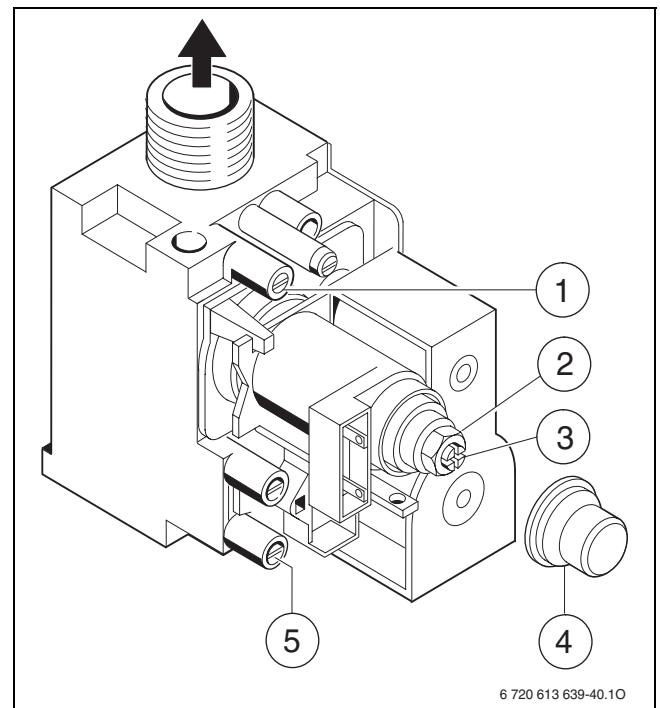

Fig. 32
- ▶ Allentare la vite di tenuta sull'attacco di misurazione per la pressione agli ugelli (1) e collegarvi il manometro gas (→ fig. 32).
- ▶ Rimuovere il sigillo in plastica (4).
- ▶ Rilevare la pressione «max» agli ugelli dalla tabella a pagina 43. Impostare la pressione agli ugelli tramite il dado di regolazione gas portata massima (2). Rotazione a destra più gas, rotazione a sinistra meno gas.